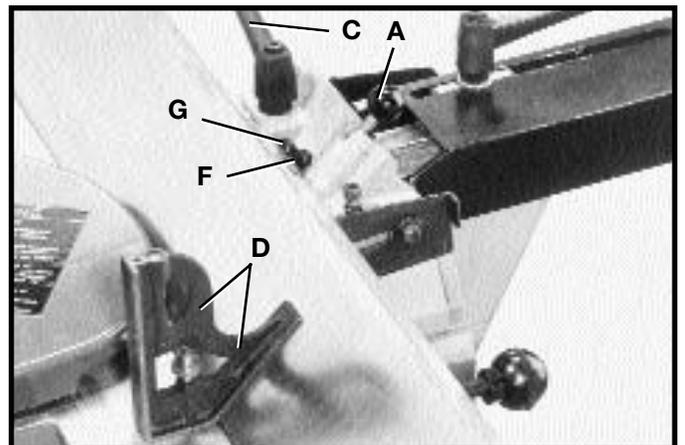

Fig. 52
5. Afloje la agarradera de cierre (C) Fig. 52, extrayendo y girando el émbolo (A), e incline la guía lo máximo posible. Apriete entonces la agarradera de cierre (C).
6. Utilizando una escuadra (D) Fig. 52, revise si la guía se encuentra a un ángulo externo de 45 grados de la mesa, como se ilustra aquí.
7. Si resulta necesario realizar un ajuste, afloje la agarradera de cierre (C) Fig. 52. Afloje la tuerca de cierre (F) y gire el tornillo de ajuste (G) hasta que la guía quede inclinada a 45 grados hacia afuera. Apriete entonces la tuerca de cierre (F).